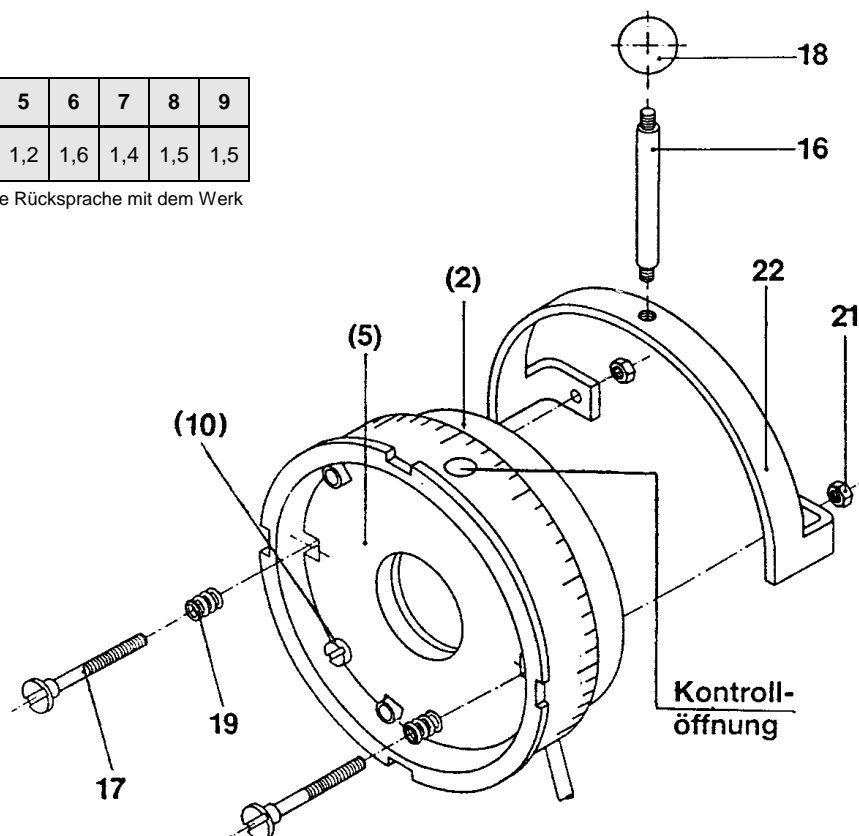

Bild 4
Die Rückholbolzen (17) begrenzen den Hub der Ankerscheibe (5) in Bremsrichtung, Bild 4 und 5.